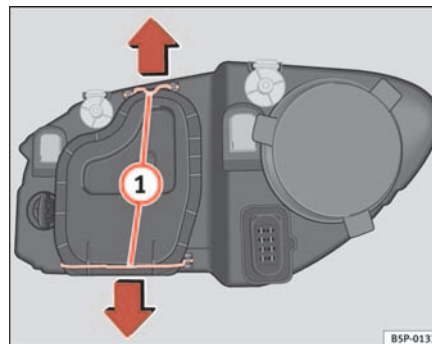

Abb. 175 Abblendlicht
- Die Streben ⇒ Seite 254, Abb. 175 ① in Pfeilrichtung verschieben und den Deckel abnehmen.